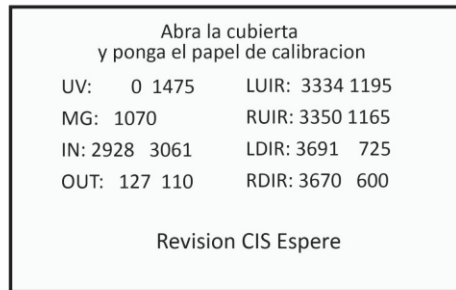

Fig 8-2
8.4. Presione “RESET” por 7 veces, mostrará el mensaje “CIS check wait” (Fig 8-2) en la pantalla por varios segundos.